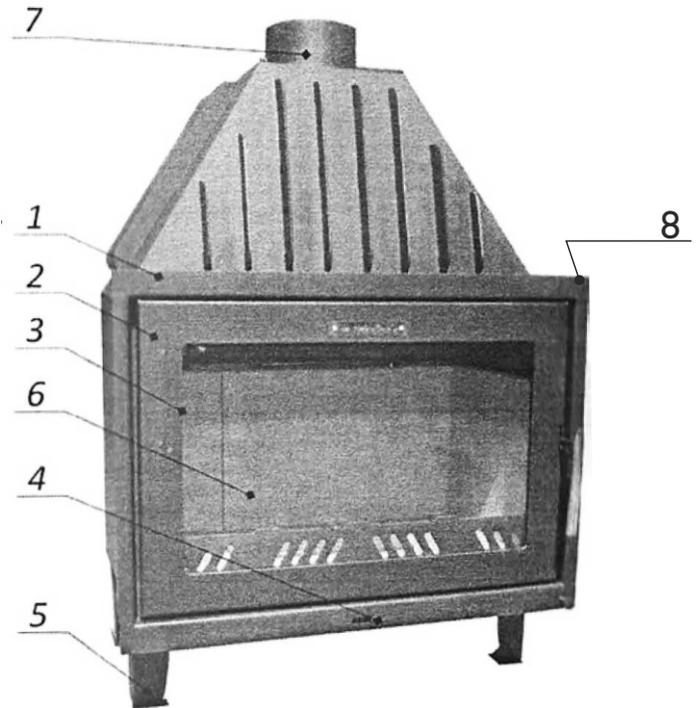

Рисунок 1
- Открыть заслонку подачи воздуха в топку полностью (сдвинуть ручку (4) до упора в соответствующую сторону см. Рисунок 1).
- Открыть заслонку дымохода (8)
желаемая тепловая мощность достигается регулированием заслонки (4) (см. Рисунок 1) и регулированием положения заслонки дымохода (8).